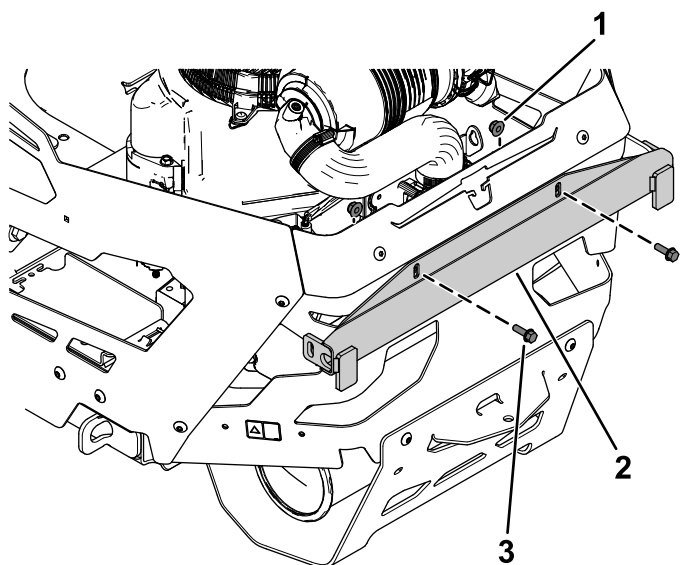

Figure 11
1. Fixez légèrement le support supérieur à la protection arrière du moteur à l'aide de 2 boulons à embase (5/16 x 1 po) et 2 écrous à embase (5/16 po), comme montré à la Figure 11.